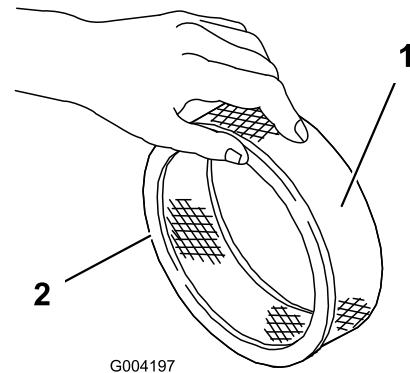

Bild 19
5. Untersuchen Sie den Papierfilter auf Risse, einen öligen Film und Schäden an der Gummidichtung (Bild 19).
1. Schieben Sie den Schaumvorfilter vorsichtig auf den Papierfilter (Bild 19).